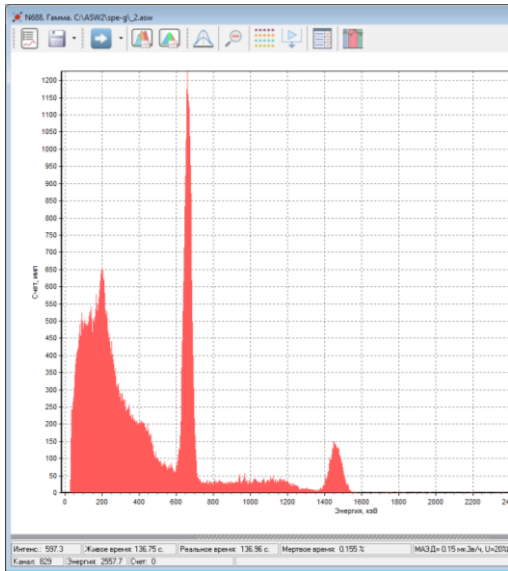

Рисунок 3. Спектр контрольного источника, набранный в ходе настройки усиления детектора и настройки энергетической калибровки.
- В ходе выполнения этой процедуры программа проводит: 1) настройку усиления детектора, 2) настройку энергетической калибровки, 3) контроль фона и 4) контроль чувствительности детектора. В ходе выполнения первых двух этапов на экран выводится спектр контрольного источника (рисунок 3).
- В ходе выполнения этой процедуры программа проводит: 1) настройку энергетической калибровки и 2) контроль чувствительности детектора. В ходе выполнения на экран выводится спектр контрольного источника (рисунок 3).